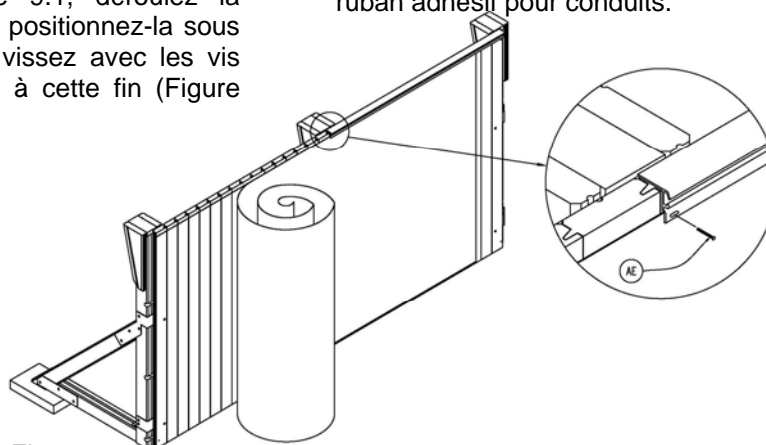

Figure 9.1
Tel qu'indiqué à la figure 9.1, déroulez la mousse isolante sur le mur, positionnez-la sous le profilé d'accrochage et vissez avec les vis (AE) dans les trous prévus à cette fin (Figure 9.2).